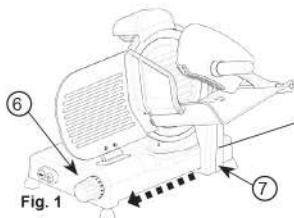

Fig. 2
- Pousser le chariot (7) vers la poignée (6) et faire tourner le chariot (7) – fig. 2/3